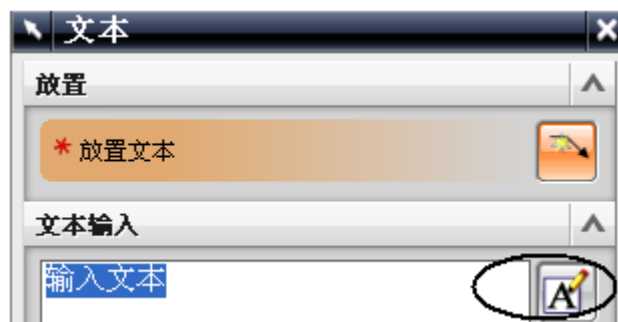

图 8-108
- 单击 ，打开注释编辑器，如图 8-108 所示。
- 在图 8-108 中，单击 ，打开文本编辑器，设置如图 8-109 所示的参数，输入文字 UG NX5 数控铣编程，移动鼠标，单击 MB1 放置文字。